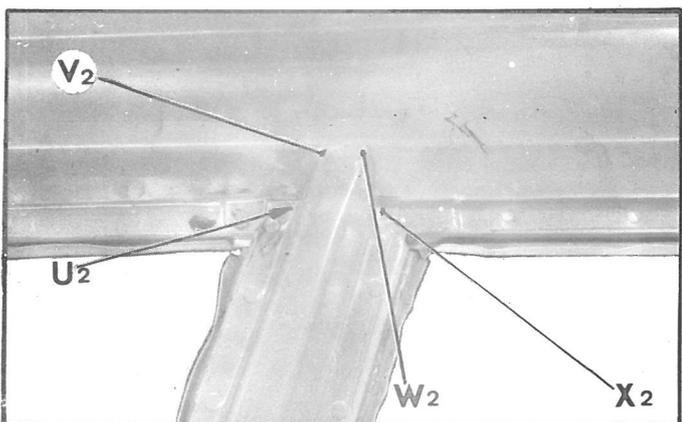

Fig. 15
- en U₂ V₂ (fig. 15)
- en V₂ W₂ (fig. 15)
- en W₂ X₂ (fig. 15)